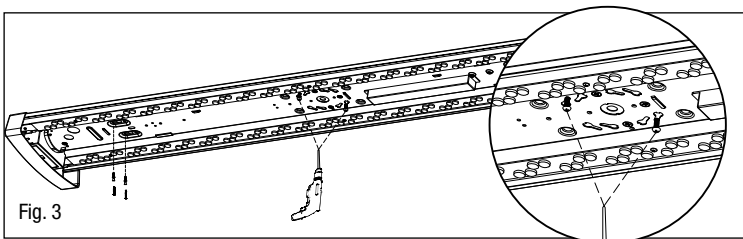

Fig. 3
5. Pour le montage, utilisez les trous de montage fournis à chaque extrémité du boîtier du luminaire ou du montage de la boîte de jonction. La quincaillerie appropriée doit être utilisée (fournie par un tiers). (Fig. 3)